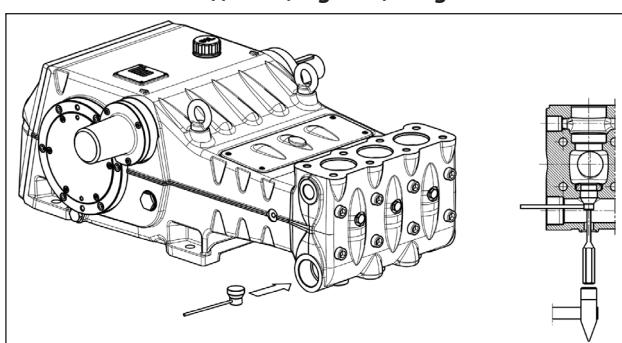

Fig. 113
S'il s'avère difficile d'extraire le groupe soupape d'aspiration (par exemple, à cause de la présence d'incrustations dues à un arrêt prolongé de la pompe), utiliser l'extracteur réf. 27516200 (pour LK36-LK40-LK45) ou réf. 27516300 (pour LK50-LK55-LK60) (réf. ①, Fig. 113) et agir comme suit.